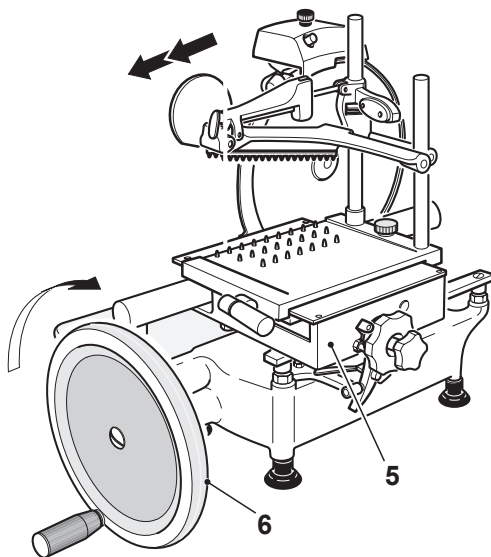

Figure 9-1
1. Tournez la manivelle du volant (6) dans le sens horaire afin de déplacer le chariot (5) en position avant (vers l'utilisateur) (Figure 9-1).